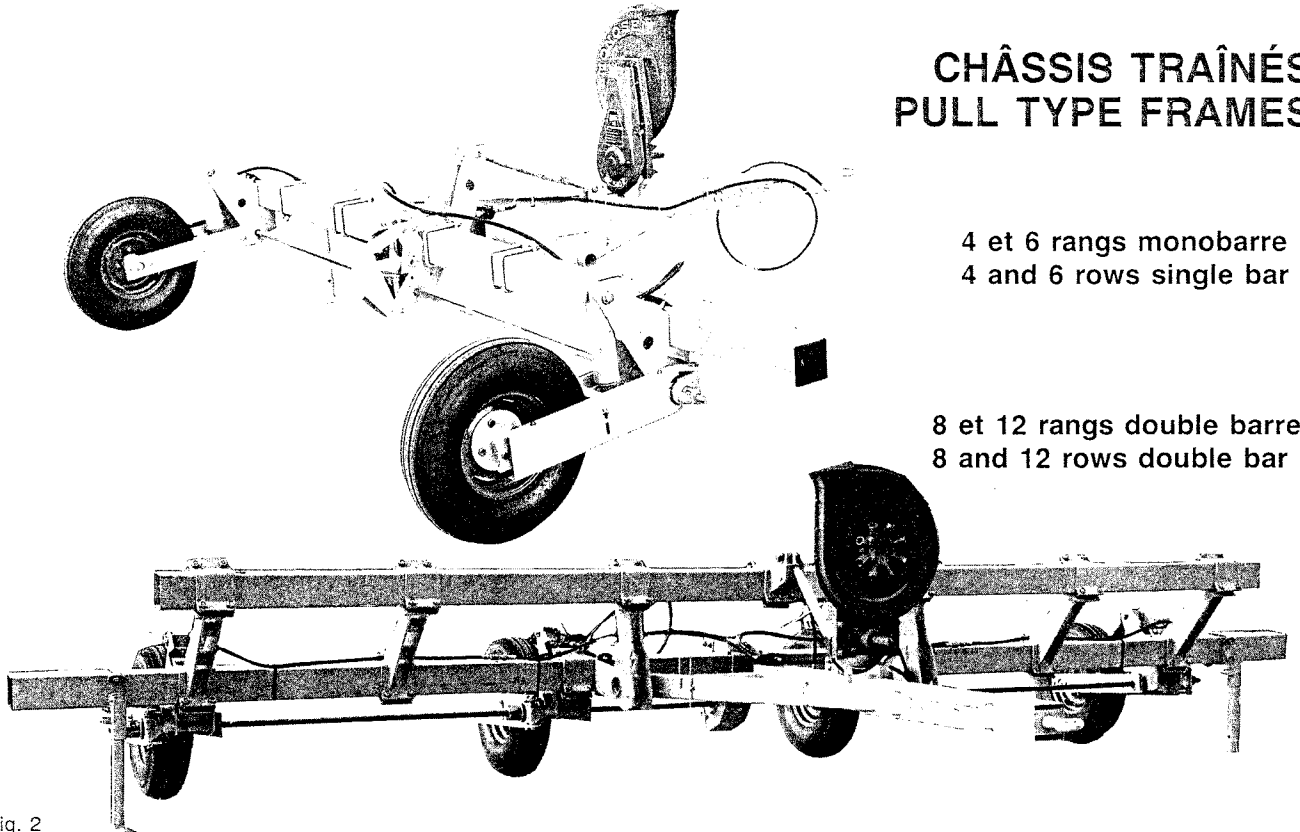

Fig. 2
- Fig. 2 pour châssis traînés
- Fig. 2 for pull type frame